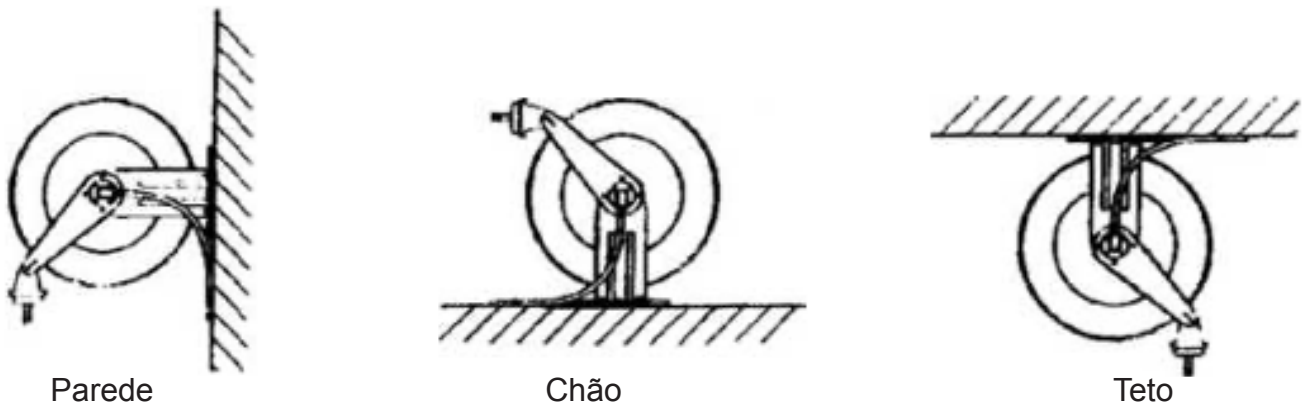

Figura 2
1. A base do enrolador tem quatro orifícios de 12,7 mm (1/2"), para montagem sobre uma superfície plana adequada. A figura 2 é um modelo que ilustra a localização correta dos 4 orifícios de montagem na base.
2. O enrolador é fornecido com um suporte do rolo-guia da mangueira. A posição do suporte pode ser alterada consoante a posição de montagem do enrolador. A figura 2 mostra as "Posições de Montagem Típicas". Caso a posição do suporte deva ser alterada, proceda do seguinte modo: